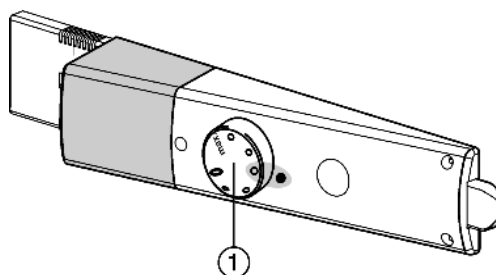

Fig. 2
- ▶ Temperaturregler *Fig. 2 (1)* nach rechts von Stellung 0 auf Punkt 3 drehen.
► Temperaturregler *Fig. 2 (1)* drehen.